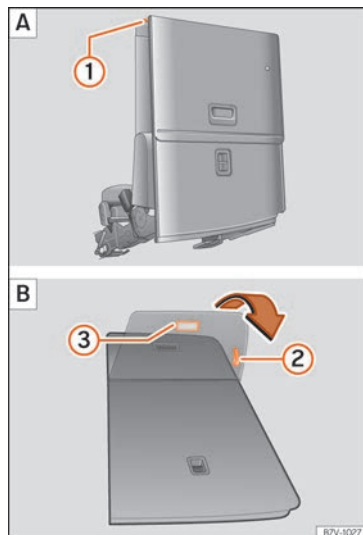

Fig. 167 Troisième rangée de sièges : rabattre le siège arrière pour procéder au chargement A puis le replacer B.
- Si nécessaire, tirez sur le levier »» fig. 167 ❷ pour déplacer la banquette vers la position souhaitée.
- Une fois la banquette rabattue, personne (ni adulte ni enfant) ne pourra voyager à cette place »» ❸.
- Retirez les objets du plancher devant et derrière le siège arrière »» ❶.
- Tirez le levier »» fig. 167 ❶ vers le haut et rabattez le dossier entièrement vers l'avant. Le siège arrière se rabat vers l'avant »» ⚠ et le coussin d'assise se déplace également vers l'avant.
- Tirez sur la poignée »» fig. 167 ❷ pour remettre la plage du siège.
- Tirez sur la poignée »» fig. 167 ❸. L'ensemble du siège se déplie vers l'arrière.